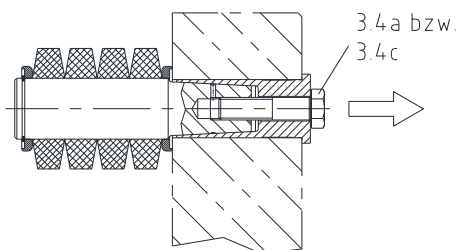

Bild 19: Demontering av sexkantskruv
- Demontera skruvarna (bild 19; del 3.4a eller 3.4c). Därefter rengöres skruvarnas tappar och gängor.